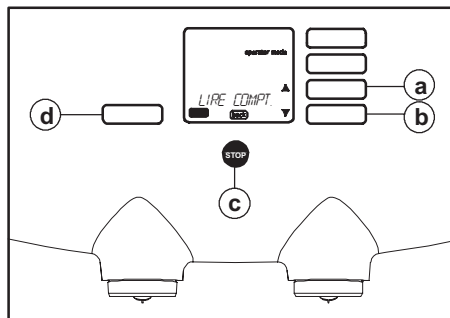

Fig. 28 Boutons de programmation
Dans le menu opérateur, les boutons de sélection deviennent des boutons de programmation (fig. 28).
- Bouton Enter (fig. 28 d), pour confirmer vos sélections.
- Boutons de défilement $\updownarrow$ (fig. 28 a et b) (navigation/sélection), pour vous déplacer dans le menu et sélectionner les options.
- Bouton Stop (retour) (fig. 28 c), pour annuler vos modifications et revenir au niveau supérieur du menu et quitter le mode opérateur.
- L'écran affiche : mode opérateur "LIRE COMPT.", flèches de défilement $\updownarrow$, Enter et Back (fig. 28).